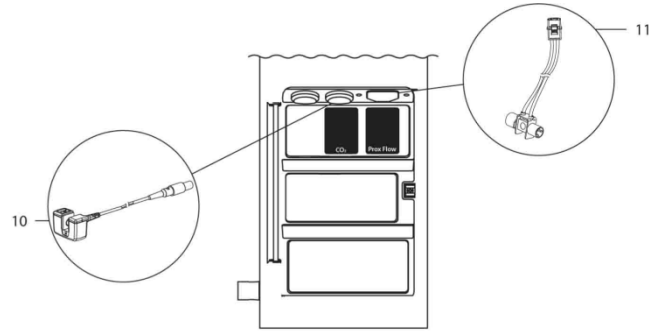

図 2 プレスデリバリーユニット(BDU)部への接続
- BDU 前面の CO2 と表示された差込口にカブノグラフィセンサのコネクタをしっかりと差し込む(図 2 の 10)。
- BDU 前面の "Prox Flow" 及び "CO2" と表示された差込口に PROX フロー/CO2センサ及びカブノグラフィセンサのコネクタをしっかりと差し込む(図 2 の 10 及び 11)。
- (1) PROX フロー/CO2センサが損傷していないか確認すること。
- (2) BDU 前面の“Proxi Flow”と表示された接続口にセンサのコネクタ部をしっかりと差し込むこと(図2の11)。
- (3) 次のとおり、気管チューブと Y ピースコネクタの間にセンサを組み込むこと。
- (4) センサのチューブが上方向を向いていることを確認すること。センサの位置を変更する必要がある場合、チューブを引っ張って回転させないこと。次のとおり、センサを再配置すること。
- (5) 呼吸回路へセンサチューブを取り付けるために PROX フロー/CO2センサ付属のクリップを用いること。回路に沿って等間隔でクリップを取り付けること。クリップの末端をねじって留める。
- (6) SST を実行すること(本体の取扱説明書参照)。